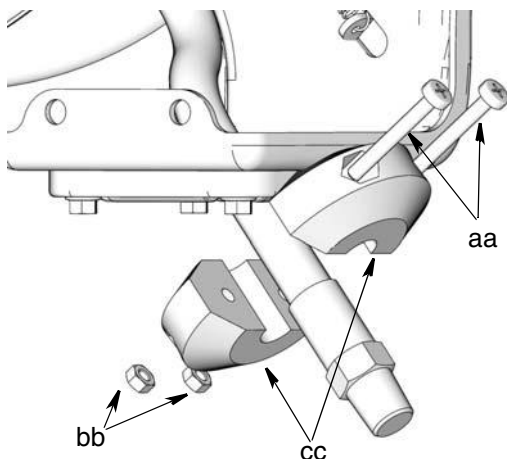

Рис. 20
4. Снимите ограничитель с конца шланга и поместите все детали в безопасное место, чтобы позднее установить их на новый шланг (Рис. 20).